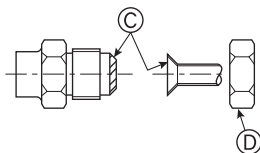

Fig. 4-8
- Ⓐ (Fig. 4-8)
- Ⓑ (Fig. 4-8)
### 4.2. Forbindelsesrør (Fig. 4-8)